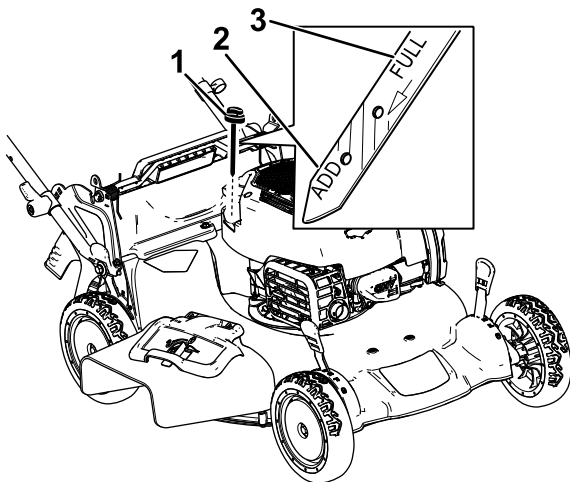

Bild 12
- Wenn der Ölstand am Peilstab zu niedrig ist (Bild 12), füllen Sie langsam etwas waschaktives Öl (SAE 30 oder SAE 10W-30) in den Öleinfüllstutzen, warten Sie drei Minuten und wiederholen Sie dann die Schritte 3 bis 5, bis der Ölstand am Peilstab richtig ist.
- Wenn der Ölstand am Peilstab zu hoch ist (Bild 12), lassen Sie Öl ab, bis der Ölstand am Peilstab richtig ist, siehe Wechseln des Motoröls (Seite 23).
2. Entfernen Sie den Peilstab, indem Sie den Deckel nach links drehen und herausziehen (Bild 12).
5. Lesen Sie den Ölstand am Peilstab ab. (Bild 12)